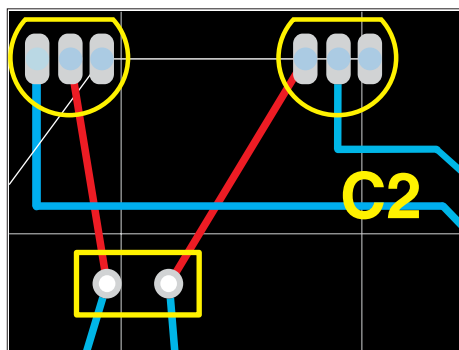

Рис. 13. Результат редактирования проводников
10. Завершим прорисовку проводника нажатием правой кнопки мыши или клавиши ESC. Проводник будет перерисован заново, так как фактически мы добавили на плату замкнутую петлю по другому слою. Но при этом все ненужные объекты цепи (в данном случае два переходных отверстия) будут удалены автоматически (рис. 13).